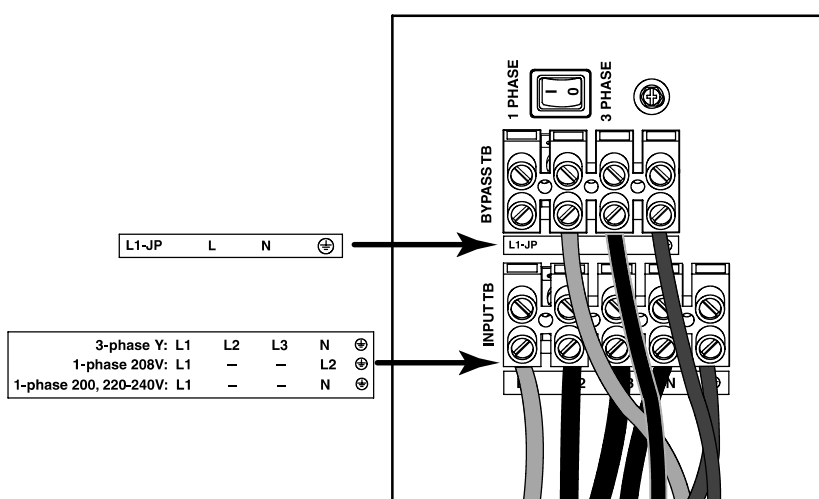

Рисунок 31. Двойной ввод (трехфазный)
**Для трехфазного варианта с двойным вводом** (см. рис. 31) удалите перемычку, соединяющую выводы L1-JP и L, таким образом, чтобы позже в ходе работы можно было подвести второй вывод к входной клеммной колодке байпаса. Поддерживается только ввод типа Y (звездообразный, 5-проводной). Вход дельта (4-проводной) НЕ поддерживается. Подсоедините трехфазный ввод 380–415 В L к L, а ввод 220–240 В L – к N. Ввод 208/120 В НЕ поддерживается.
12. Установите селекторный переключатель в положение, соответствующее однофазному или трехфазному режиму. См. рис. 31 на стр. 28 для определения местоположения переключателя.